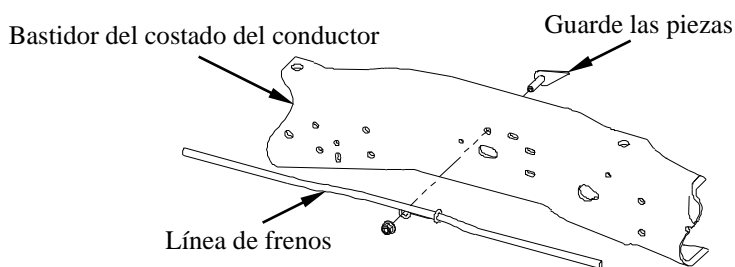

Figura 4a
3. **En vehículos 1999 a 2004 únicamente.** Retire el gancho del cable del freno de emergencia superior del bastidor del vehículo y guarde las piezas. Ver Figura 4a.